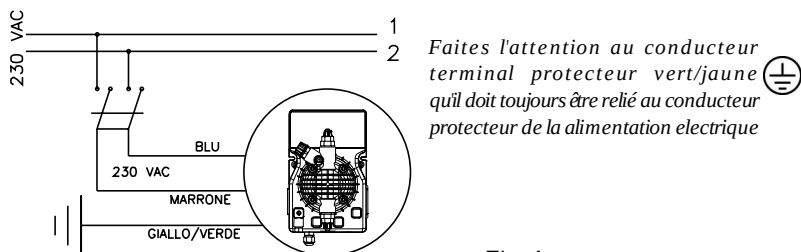

Fig. 4
- 1) S'assurer qu'elle est débranchée du réseau électrique (les deux polarités) en retirant les conducteurs des points de contact du réseau en séparant les deux fils d'une distance minimum de 3 mm (fig. 4).
- b. - Respecter les normes en vigueur dans les différents pays pour ce qui est de l'installation électrique (fig. 4). Si le câble électrique n'a pas de fiche électrique, l'appareil doit être relié au réseau d'alimentation par l'intermédiaire d'un interrupteur onnipolaire sectionneur ayant une distance minimum entre les contacts de 3 mm. Avant d'accéder aux dispositifs de raccordement, tous les circuits d'alimentation doivent être coupés.